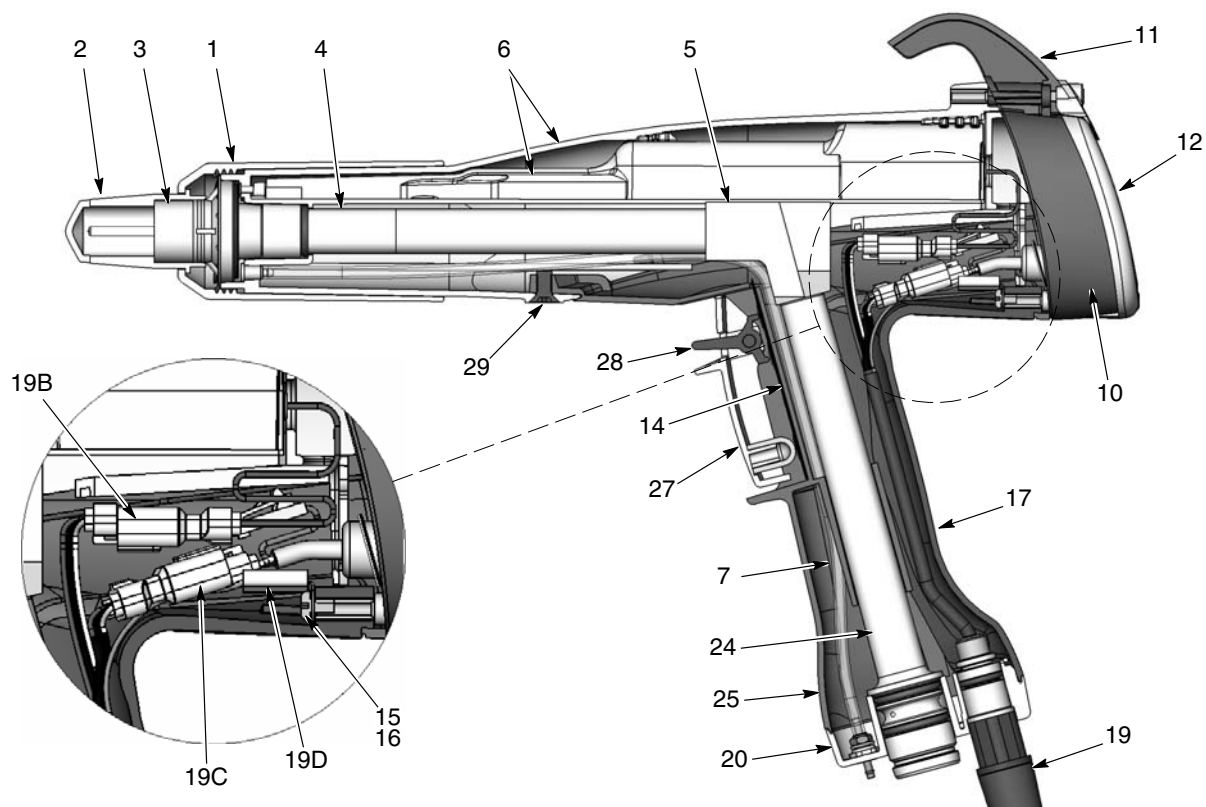

Bild 6-1 Genomsärningsvy av spraypistolen (referensnummerna i detta avsnitt är desamma som i reservdelslistorna)
2. Se bild 6-1. Skruva av munstycksmuttern och tag av munstycket och elektroddelen från spraypistolen.